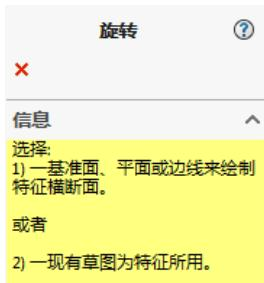
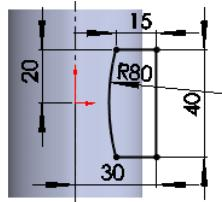

图 5.6.6 “旋转”对话框 (一)
图 5.6.7 横断面草图
Step2. 选择命令。选择下拉菜单**插入(I)** → **切除(C)** → **旋转(R)...** 命令 (或单击“特征(F)”工具栏中的**旋切**按钮)，系统弹出如图 5.6.6 所示的“旋转”对话框 (一)。
(1) 选择草图基准面。在系统**选择：1) 一基准面、平面或边线来绘制特征横断面** 的提示下，在设计树中选择前视基准面作为草图基准面，进入草绘环境。
(2) 绘制如图 5.6.7 所示的横断面草图 (包括旋转中心线)。
① 绘制草图的大致轮廓。
② 建立如图 5.6.7 所示的几何约束和尺寸约束，修改并整理尺寸。
(3) 完成草图绘制后，选择下拉菜单**插入(I)** → **退出草图** 命令，退出草图绘制环境，